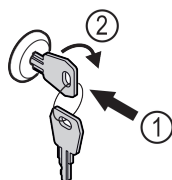

Fig. 91
- ▶ Introduceți cheia prin apăsare Fig. 91 (1).
- ▶ Rotiți cheia cu 90° în sensul acelor de ceasornic Fig. 91 (2).